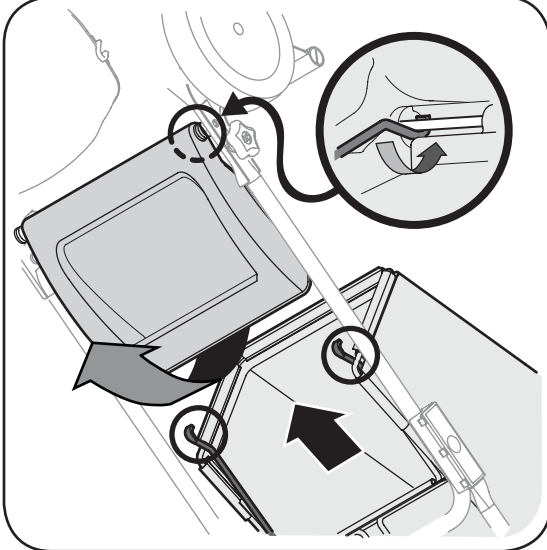

Figure 3-6
- c. Placez le sac à herbe sur la tige de pivotement. Lâchez le clapet pour qu'il repose sur le sac à herbe. Voir la Figure 3-6.